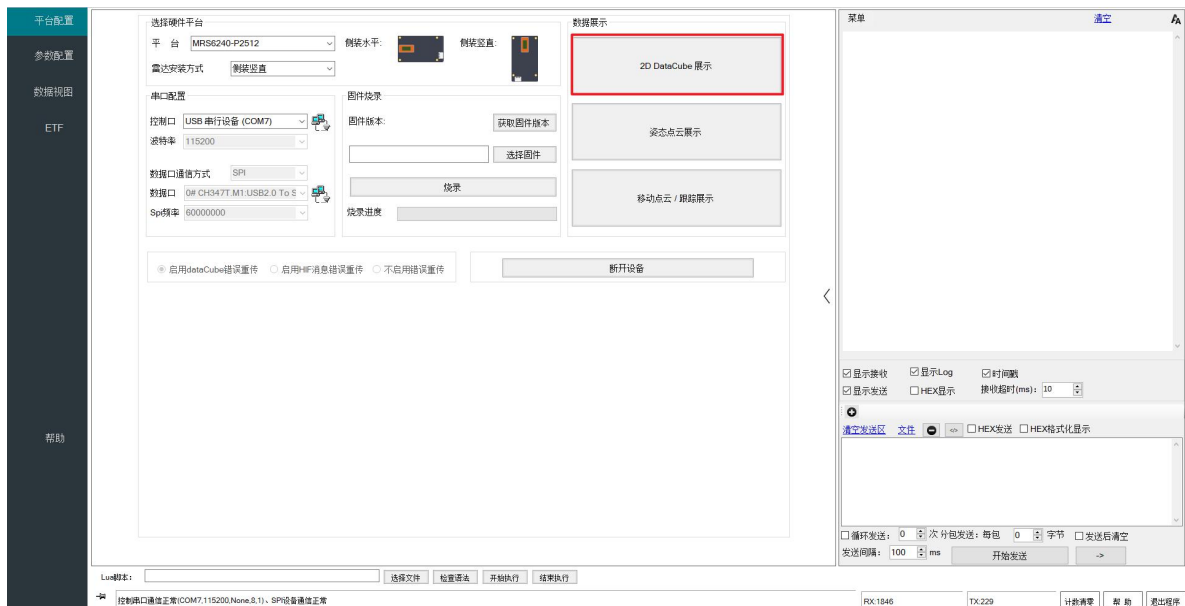

图 2-11 2D DataCube 展示
- 1、点击“2D DataCube 展示”按钮，即可启动距离谱速度谱图展示，如图 2-11 所示；